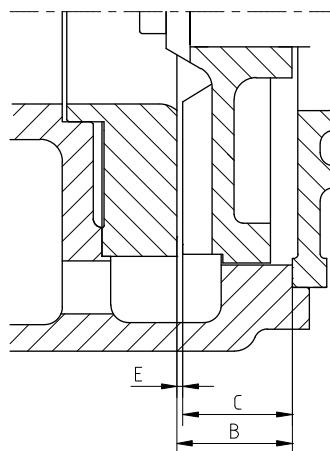

Рисунок 12: Зазор между крыльчаткой и износной пластиной, FRE группы подшипника 1.
- 2 Измерьте расстояние В между износной пластиной и корпусом насоса, см. рисунок 12.
- 3 Измерьте расстояние между крыльчаткой и промежуточной крышкой, см. рисунок 12.